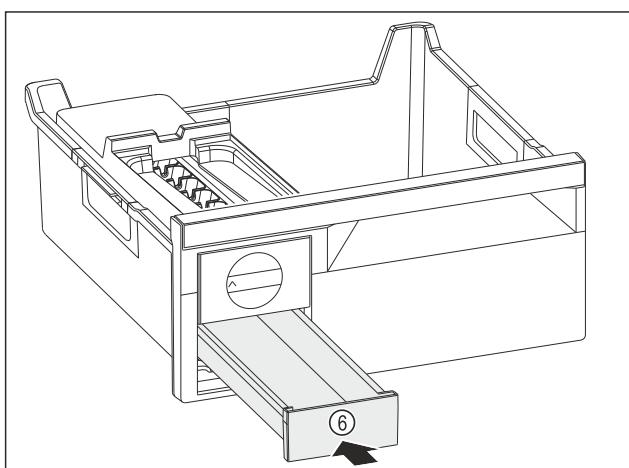

Fig. 141
- Zasuňte zásuvku na kocky ľadu Fig. 141 (6).